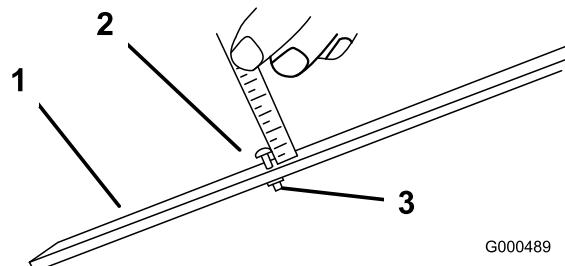

Figura 49
- Desaperte a porca da barra indicadora (Figura 49) e regule o parafuso de ajuste para a altura de corte desejada. A altura de corte corresponde à distância entre a parte inferior da cabeça do parafuso e a superfície da barra.